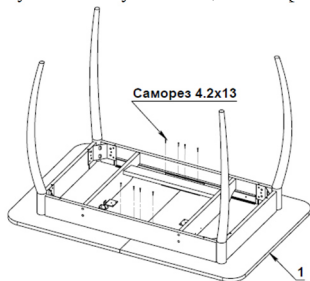

Рисунок 6.
6. Положить две столешницы (1) на ровную поверхность наружной стороной вниз, соединить их вплотную. Сверху разместить каркас (механизм должен быть в сомкнутом состоянии), отступив одинаковые расстояния от края столешницы, выровнять стык столешниц и середину раздвижного механизма, закрепить столешницы к раздвижному механизму с помощью саморезов 4,2х13. (рис. 6).